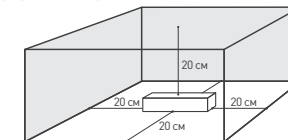

Рис. 3. Свободное пространство вокруг источника
- 4.3. Для естественной вентиляции обеспечьте не менее 20 см свободного пространства вокруг источника питания, как изображено на рис. 3. При невозможности обеспечить свободное пространство используйте принудительную вентиляцию. В случае установки в ограниченном пространстве (например, лайтбокс или профиль) предусмотрите обеспечение требуемого температурного режима источника питания. Температура окружающего воздуха должна быть в диапазоне $-20... +45$ °C.